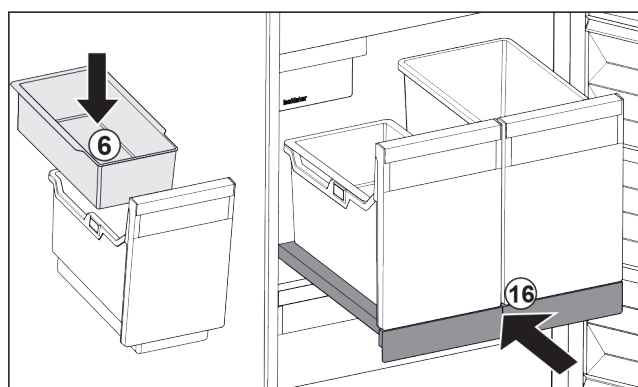

Fig. 48
- Einhängeschale Fig. 48 (6) für Eiswürfel einsetzen.
- Auszugsbord mit Behälter (IceTower) einschieben. Fig. 48 (16)